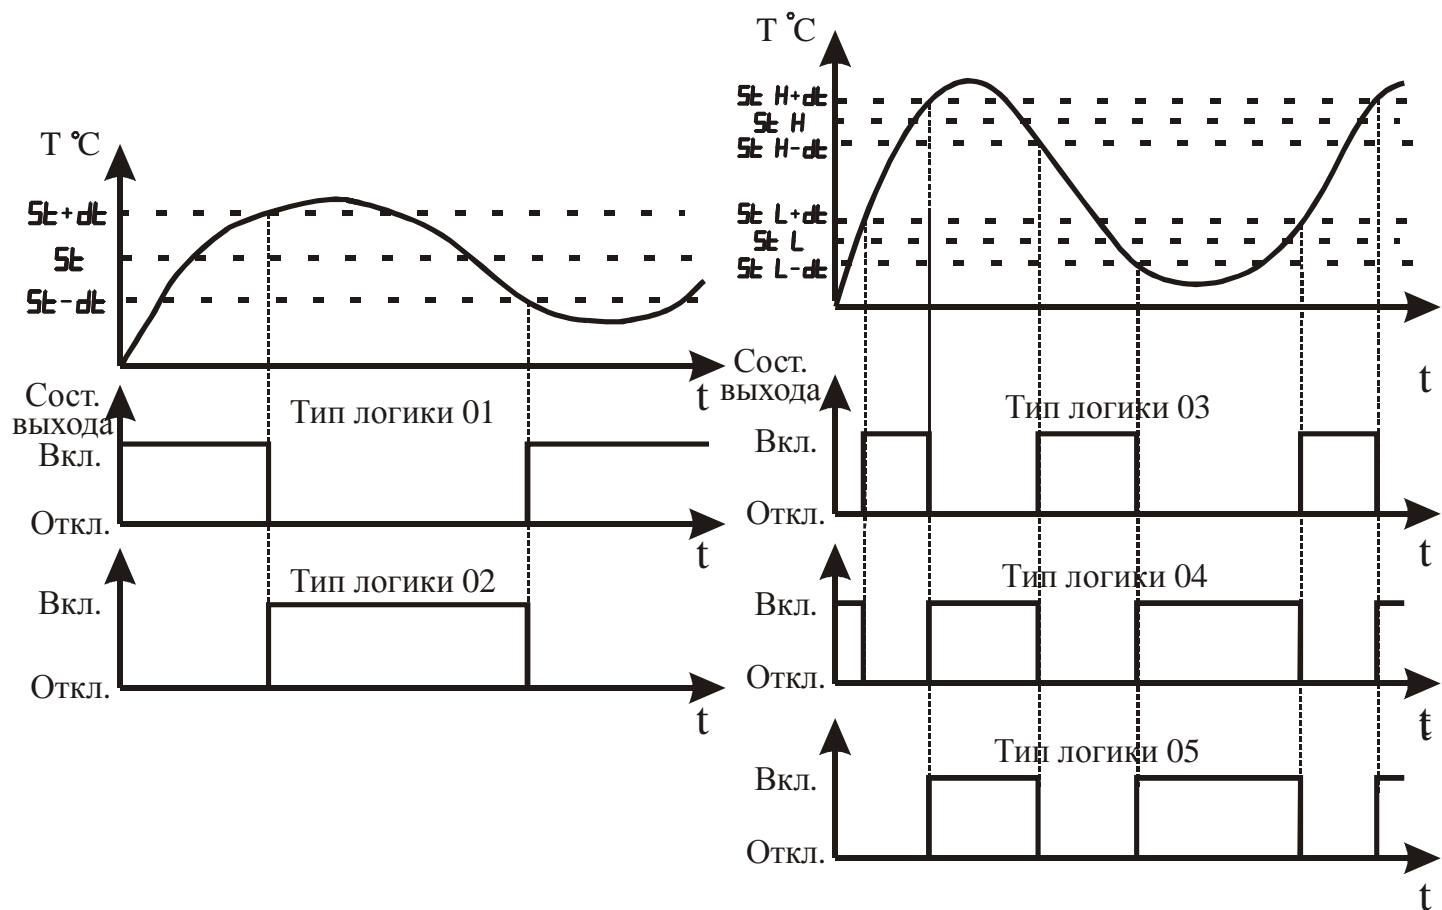

Рисунок 3.14 – Графическое представление типов логики работы выхода
3.3.3.9 Параметр “Тип логики работы прибора” определяет алгоритм управления исполнительным устройством (см. рисунок 3.14).
Тип логики “05” (модернизированная “U”-образная), в основном, аналогичен типу логики 04. Отличие состоит в том, что работа выходного устройства разрешается только после первого превышения регулируемой температурой значения $St H + dt$ (см. рисунок 3.14).